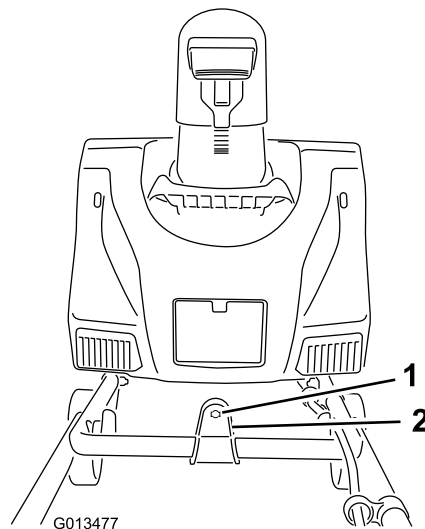

Figura 4
2. Introduzca el extremo de la varilla de control del conducto a través del taladro en forma de bocallave del soporte que está sujeto a la parte superior del manillar inferior (Figura 4).